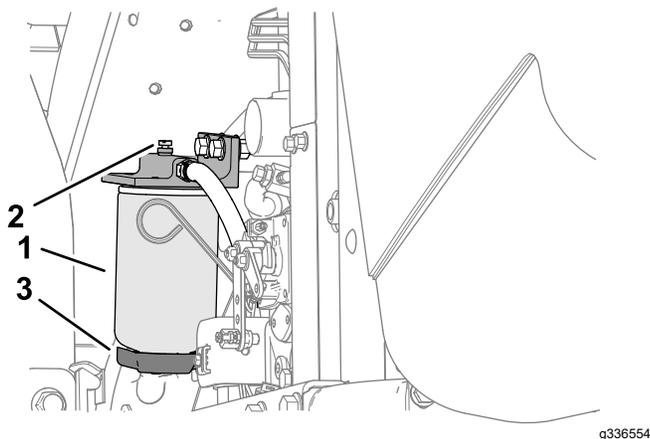

図 76
3. フィルタ容器(図 76)の周辺をウェスできれいにぬぐう。